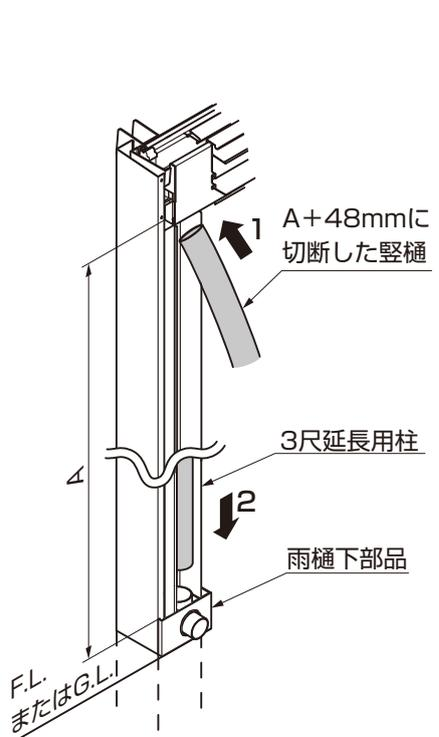
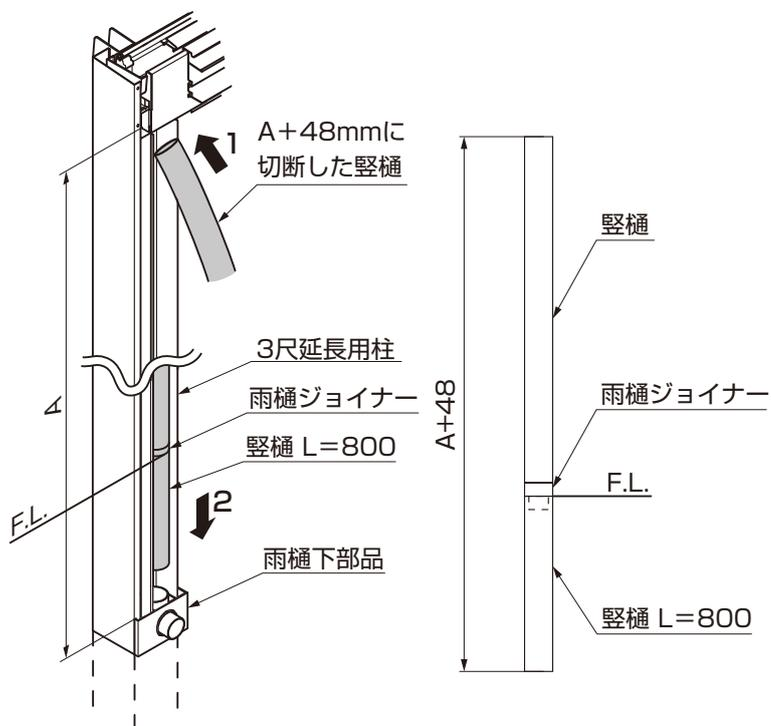

図9-20 標準柱の場合
図9-21 ロング柱の場合
- ① 桁下から雨樋下部品まで実測してください。(図9-20、図9-21参照)
- ② 実測したA寸法+48mmに縦樋を切断してください。(図9-21参照)
- ③ 縦樋を桁キャップにはめ込んでください。
- ④ 縦樋を雨樋下部品にはめ込んでください。(図9-20、図9-21参照)